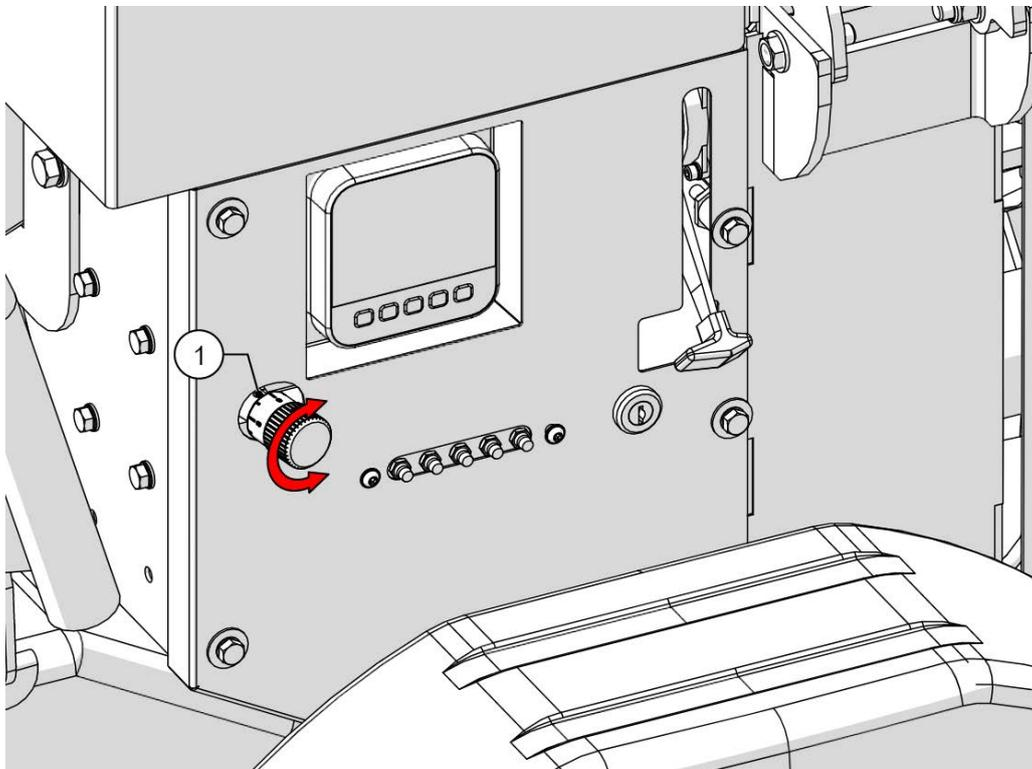

Figure 39 - Molette de vitesse du rouleau
La vitesse du rouleau d'alimentation peut être réglée en fonction du matériau broyé reportez-vous à la Figure 39.
1. Tournez le cadran pour aligner le nombre sur le repère de peinture (1, Figure 39).
Position indiquée par un repère de peinture. (1, Figure 39):